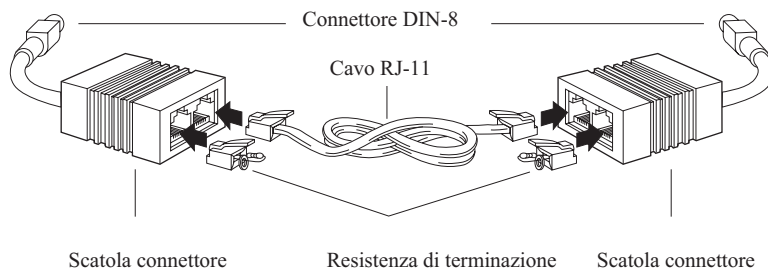

Fig. 2.27 Scatole connettore LocalTalk, resistenze e cavo
5. Collegare la o le resistenze di terminazione nelle prese aperte delle scatole per connettore (fig. 2.27).
Nota: Terminare le prese aperte sulle estremità della rete LocalTalk con delle terminazioni in dotazione con i connettori LocalTalk (fig. 2.27).